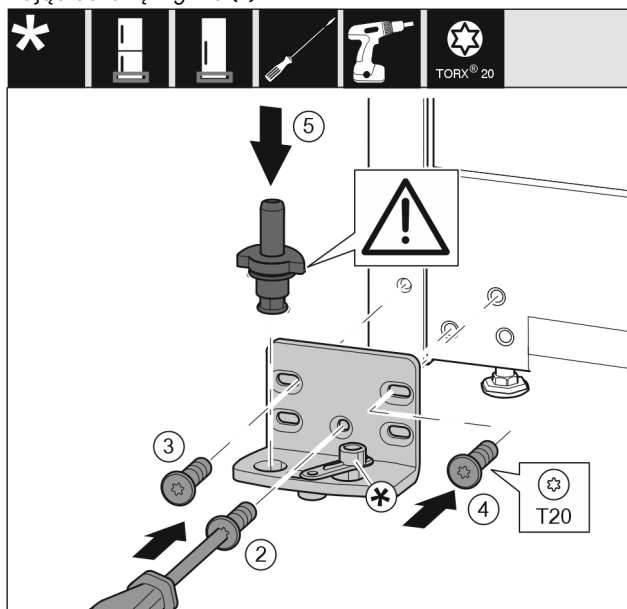

Fig. 47 *
- ▶ Założyć płytkę zawiasu z drugiej strony i przykręcić śrubokrętem. Rozpocząć od śruby Fig. 47 (2) dolnej umieszczonej na środku.*
- ▶ Dokręcić śrubę Fig. 47 (3) i śrubę Fig. 47 (4).*
- ▶ Założyć cały trzpień zawiasu Fig. 47 (5). Zwrócić przy tym uwagę, by krzywka zatraskowa wskazywała do tyłu.*